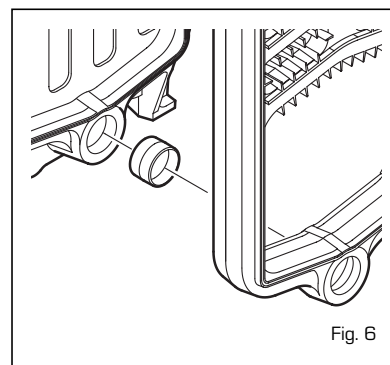

Fig. 6
- introduisant les nipples coniques dans la tête postérieure (fig. 6) après les avoir nettoyés e lubrifiés avec de l'huile de lin cuit;